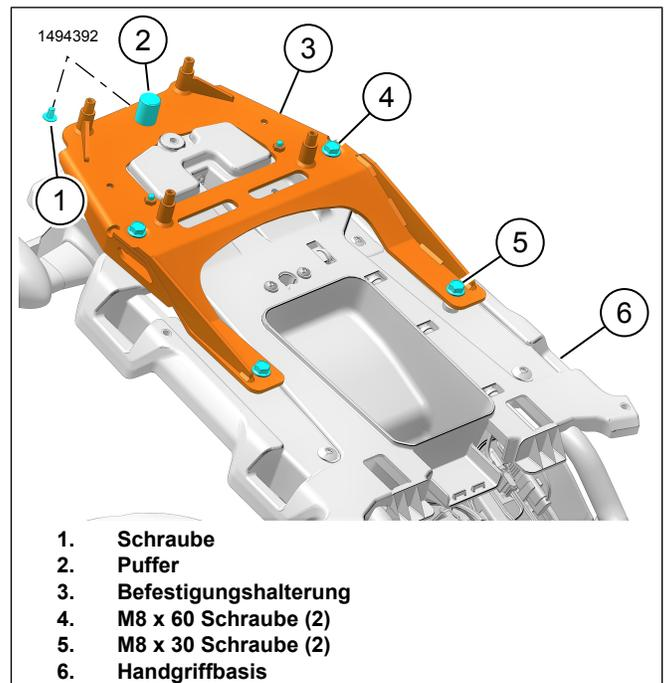

Abbildung 8. Befestigungshalterung
5. Siehe Abbildung 8. Den Puffer (2) und die Schraube (1) auf der Befestigungshalterung (3) anbringen.
- a. Die Schraube (1) anziehen.
7. Siehe Abbildung 8. Die Befestigungshalterung (3) einbauen.
- c. Siehe Abbildung 8. Die Schrauben (4, 5) anziehen.